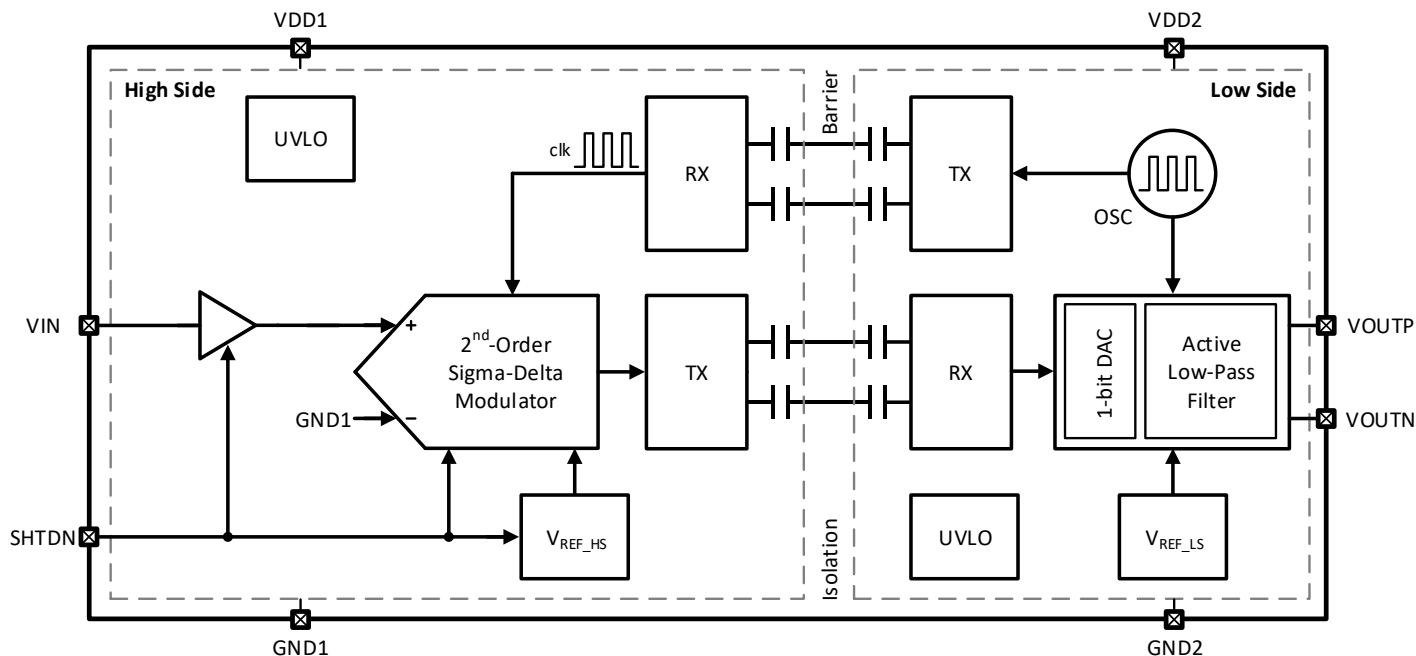

图 9-1 CA-IS1311 功能框图
CA-IS1311 器件是为电压检测而设计的高精度隔离式运放。功能框图如图 9-1 所示。在高边，高输入阻抗缓冲器驱动二阶 Sigma-Delta ($\Sigma\Delta$) 调制器。该调制器将模拟信号转换成数字位流。为了在基于二氧化硅的隔离层的信号传输，数字位流通过使用简单的开关键控 (OOK) 调制方案和高频载波进一步调制。接收机 (RX) 在低边将接收到的调制信号恢复成原始的数字位流。经过 1 位数模转换器 (DAC) 处理后，数字位流被送到有源低通滤波器继而产生模拟输出。为了整个芯片的同步，时钟在低边产生并发送回高边，确保所有的时钟同源。